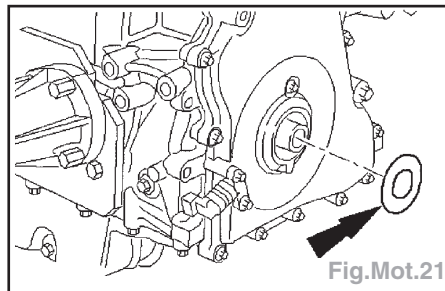

Fig.Mot.21
- Poser une rondelle de friction sur le vilebrequin (Fig.Mot.21).